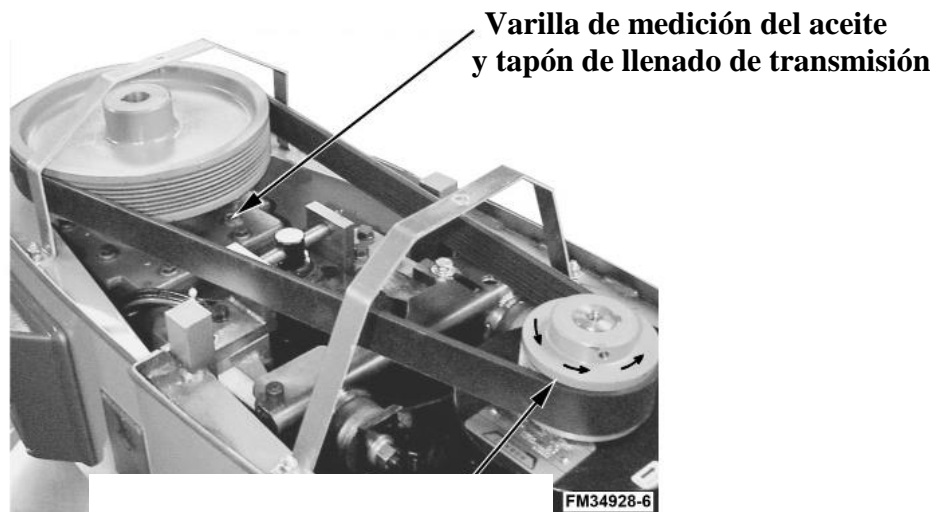

Fig. 2
La transmisión de la batidora está lubricada cuando sale de la fábrica. Verifique el nivel de aceite antes de prenderla (Fig.2). Para ello, vaya al capítulo Lubricación, pág. 16.
3. Verifique que el motor esté girando en el sentido contrario a las manecillas del reloj (Fig. 2). En caso contrario, intercambie cualquier de los dos cables.